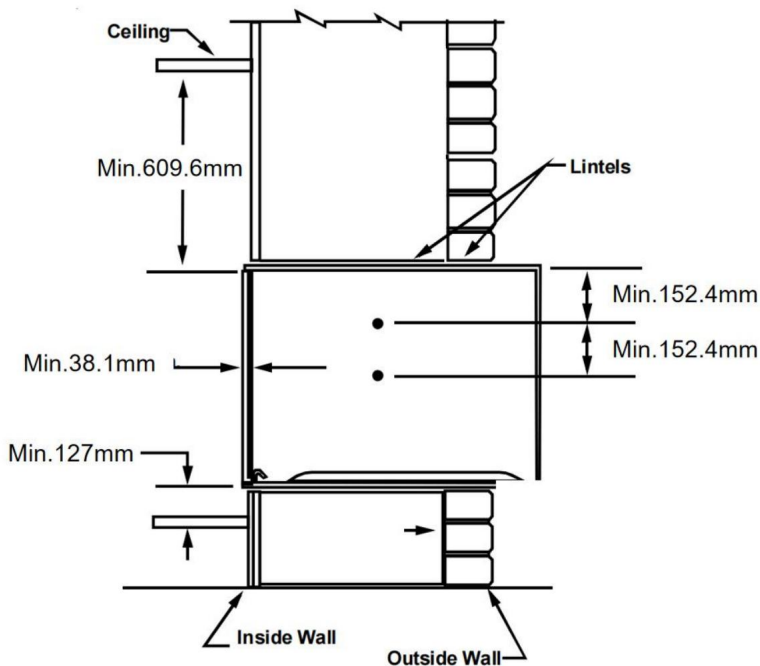

Figura 2
2. El manguito de pared debe instalarse con una distancia mínima de 127 mm hasta el piso y de 38,1 mm hasta las paredes adyacentes. Consulte la Figura 2 para ver las proyecciones mínimas del manguito dentro y fuera de la habitación.